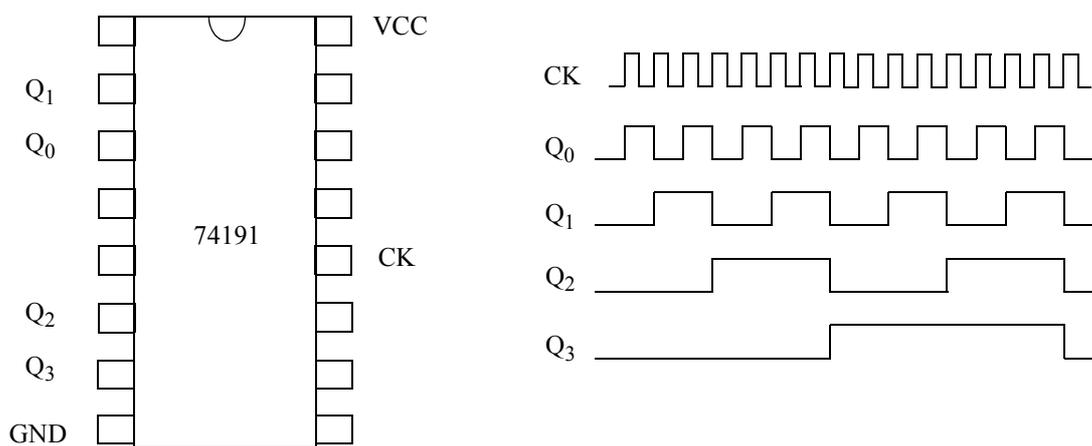

Figura 31: Formas de onda de un contador módulo 16
El objetivo es comprobar la operación de un contador módulo-16 (Figura 31) visualizando en el analizador lógico tanto la entrada de cuenta (CK) como las 4 salidas del contador (Q_3 Q_2 Q_1 Q_0).